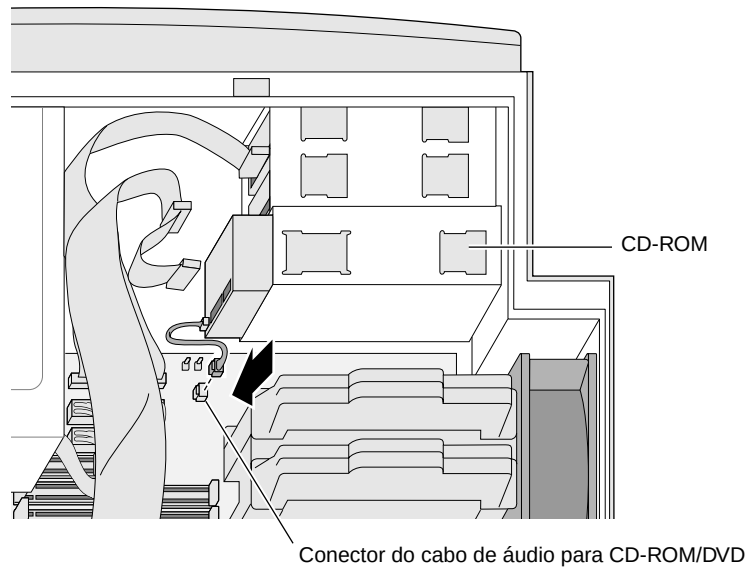

Figura 4-6 Conectando o cabo de áudio
- Se você estiver instalando uma unidade de CD-ROM ou de DVD-ROM, ligue o cabo de áudio no conector da placa do sistema. O cabo é polarizado, por isso não é possível conectá-lo incorretamente. Veja a Figura 4-6.